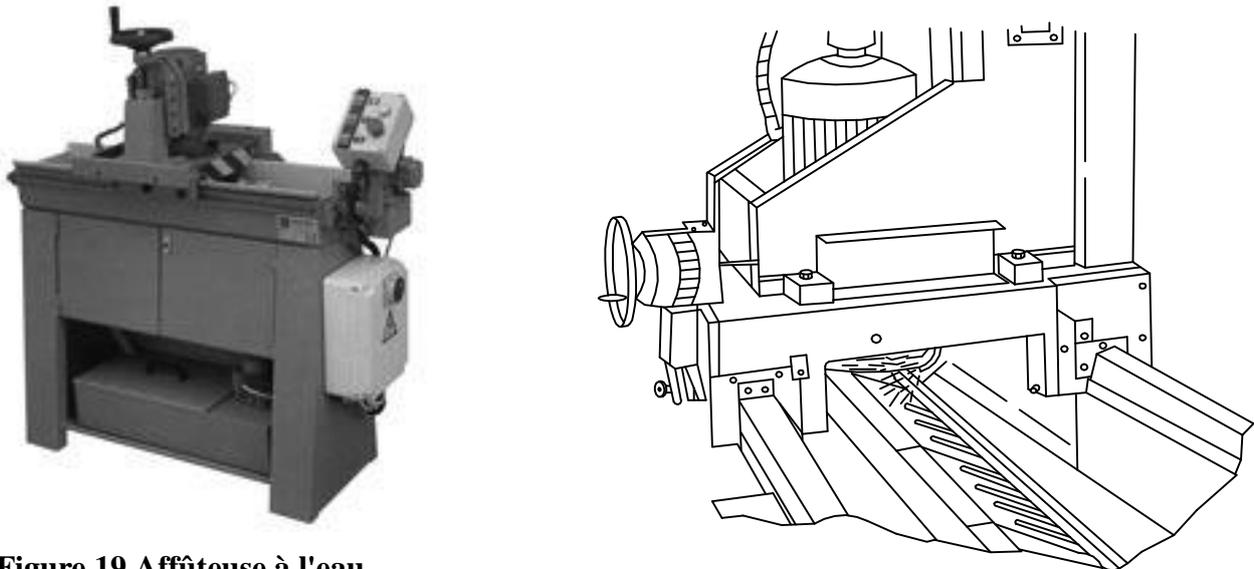

Figure 19 Affûteuse à l'eau
L'affûtage doit être un affûtage à l'eau au moyen d'une meule boisseau (Voir Figure 19). N'utilisez **jamais** de meuleuse d'angle ou autres appareils de ce type pour l'affûtage des couteaux. Des machines à affûter sous eau peuvent être achetées chez Linddana comme équipements en option.
- Machine pour l'affûtage à l'eau (Figure 19)